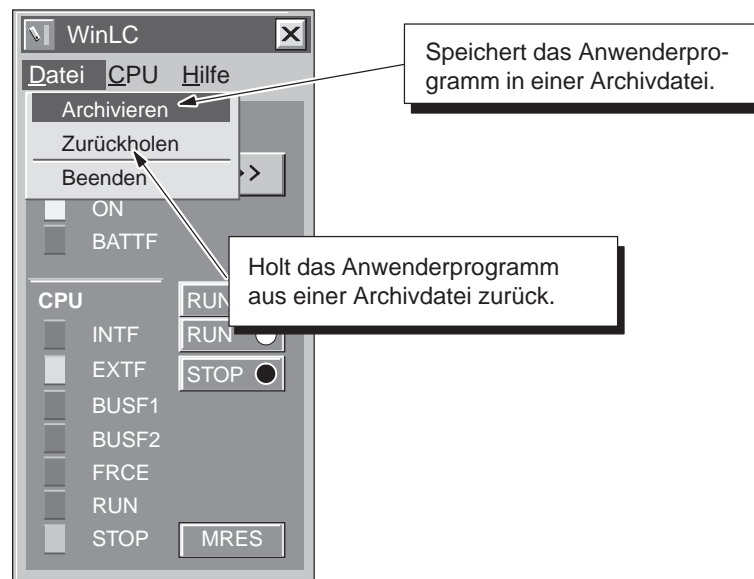

Bild 4-24 Befehle zum Archivieren und Zurückholen in WinLC
Wie Sie in Bild 4-24 sehen, erstellen Sie eine Archivdatei mit dem Menübefehl **Datei > Archivieren** im CPU-Panel. Daraufhin öffnet sich ein Dialogfeld, in dem Sie die Archivdatei unter einem bestimmten Namen speichern können. Auf diese Weise können Sie mehrere Archivdateien anlegen.
3. Wählen Sie im CPU-Panel den Menübefehl **Datei > Zurückholen** (siehe Bild 4-24).